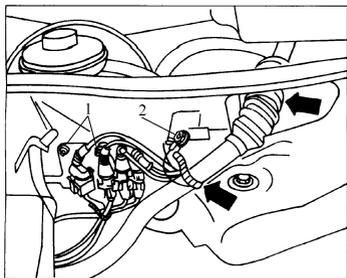

图 2-20 拧下地线螺栓
48) 从压力舱上拧下地线螺栓和插头支架螺栓(图 2-20)。